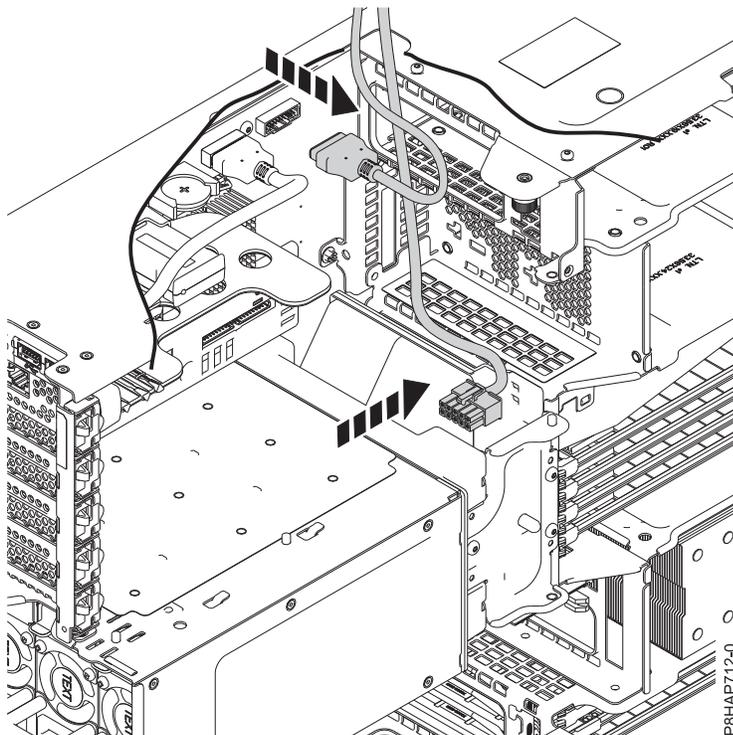

Figura 67. Desligar os cabos de USB e alimentação da base de acoplamento RDX interna (FC EUA3) da placa plana do sistema
5. Desligue o cabo de alimentação da base de acoplamento RDX interna (FC EUA3) da placa planar do sistema. Consulte o tópico Figura 67 na página 81.